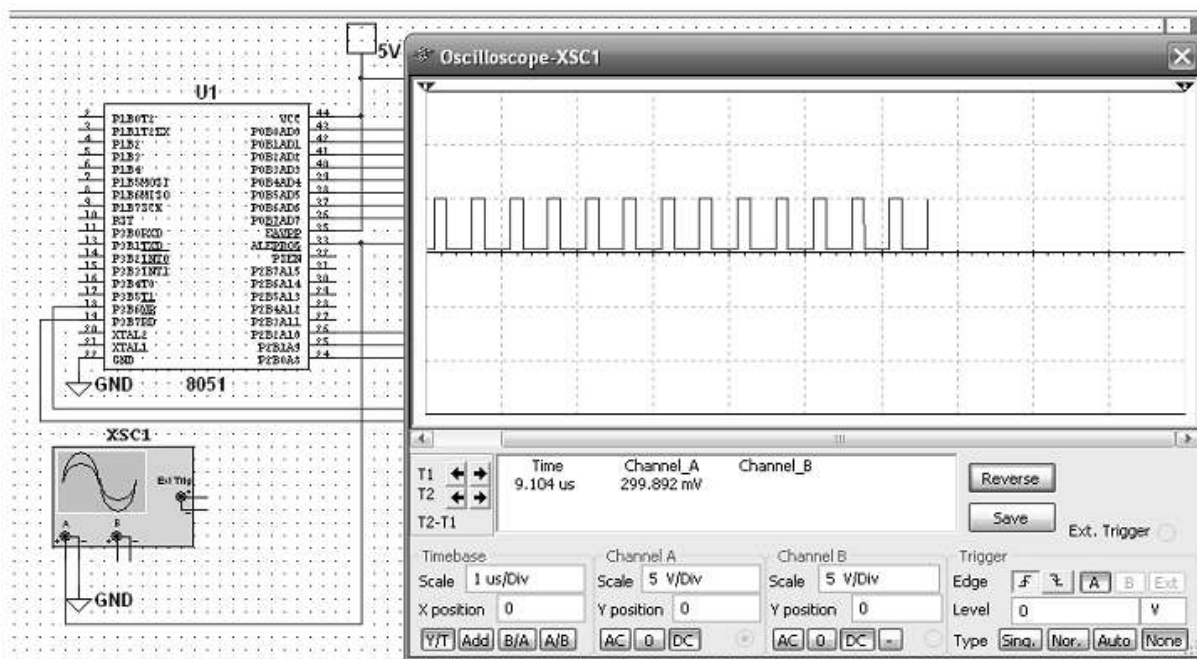

Рисунок 34 - Подключение осциллографа и его инструментальная панель во время моделирования
В заключение лабораторной работы научимся пользоваться виртуальным осциллографом. Произведем подключение осциллографа к данной схеме. Выбираем на панели инструментов иконку Oscilloscope и устанавливаем на рабочей области. Символ осциллографа имеет два канала: Channel A и Channel B. Подсоединяем «+» канала А к выводу ALE/PROG микроконтроллера, «-» – к земле. На панели прибора необходимо указать деление временной шкалы, равное одному машинному циклу, то есть 1 мкс. Выбираем по оси у цену деления для канала А, примем ее равной 5 В. После запуска моделирования виден процесс генерации сигнала ALE, дважды за машинный цикл (рис. 34).
Подключить осциллограф, как показано на рис. 34, и снять осциллограмму с вывода 0 ALE МК.
2. Подключить к МК внешнее ПЗУ емкостью N Кбайт (табл. 11). Подсчитать контрольную сумму области памяти емкостью Кбайт, начиная с адреса ZZZ и сравнить ее с константой, находящейся в резидентном ПЗУ. Если сравниваемые величины совпадают, тестирование ПЗУ прошло успешно, иначе включить светоиндикатор. Подключить осциллограф, как показано на рис. 34, и снять осциллограмму с вывода ALE МК.